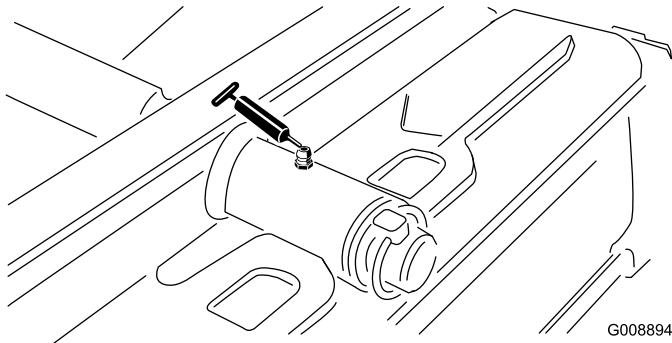

Figura 36
- Pivote de la unidad de corte trasera (Figura 36)